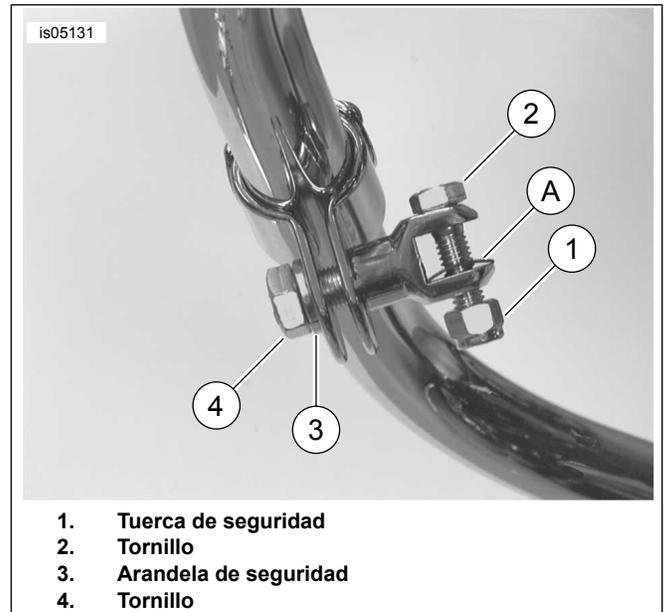

Figura 1. Instalación de los elementos de sujeción de montaje (el taco apoyapiés no se muestra)
2. Vea Figura 1. Junte las lengüetas de la abrazadera de 3 piezas con una abrazadera o alicates de presión e instale el tornillo de 1/2 pulg. de diámetro (4), la arandela de seguridad (3), y el soporte del apoyapiés como se muestra. Apriete el tornillo firmemente.
3. Instale los tacos apoyapiés (se compran por separado) utilizando los tornillos de 3/8 pulg. de diámetro (2), las arandelas de presión (A) y las tuercas de seguridad (1) incluidas en el kit. Asegúrese de que la arandela de presión (guardada del kit original de elementos de sujeción, número de pieza 50964-98) esté posicionada adentro del soporte del taco apoyapiés con el borde cuadrado hacia el interior del soporte. Apriete las tuercas de seguridad a 26 N-m (19 ft-lbs).